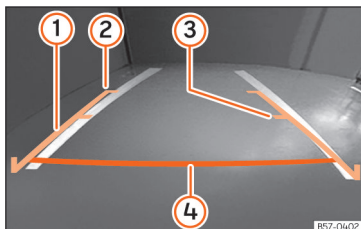

Fig. 201 Visualização no ecrã do sistema de infotainment: linhas de orientação.
- A carga do veículo modifica a representação das linhas de orientação » » Fig. 201. A largura que as mesmas representam, diminui com o nível de carga. Preste atenção ao espaço envolvente quando o interior ou a bagageira estiverem carregados.
» **Fig. 201**